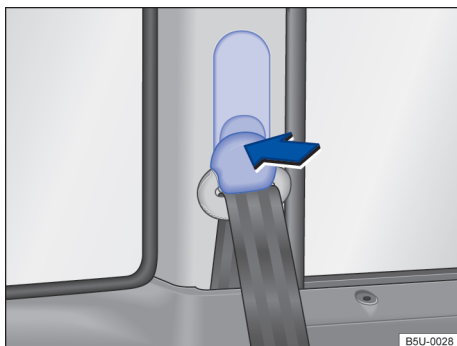

Fig. 31 Al lado de los asientos: regulación de altura del cinturón de seguridad.
- Presione el dispositivo de reenvío en el sentido de la flecha y manténgalo presionado → **fig. 31**.